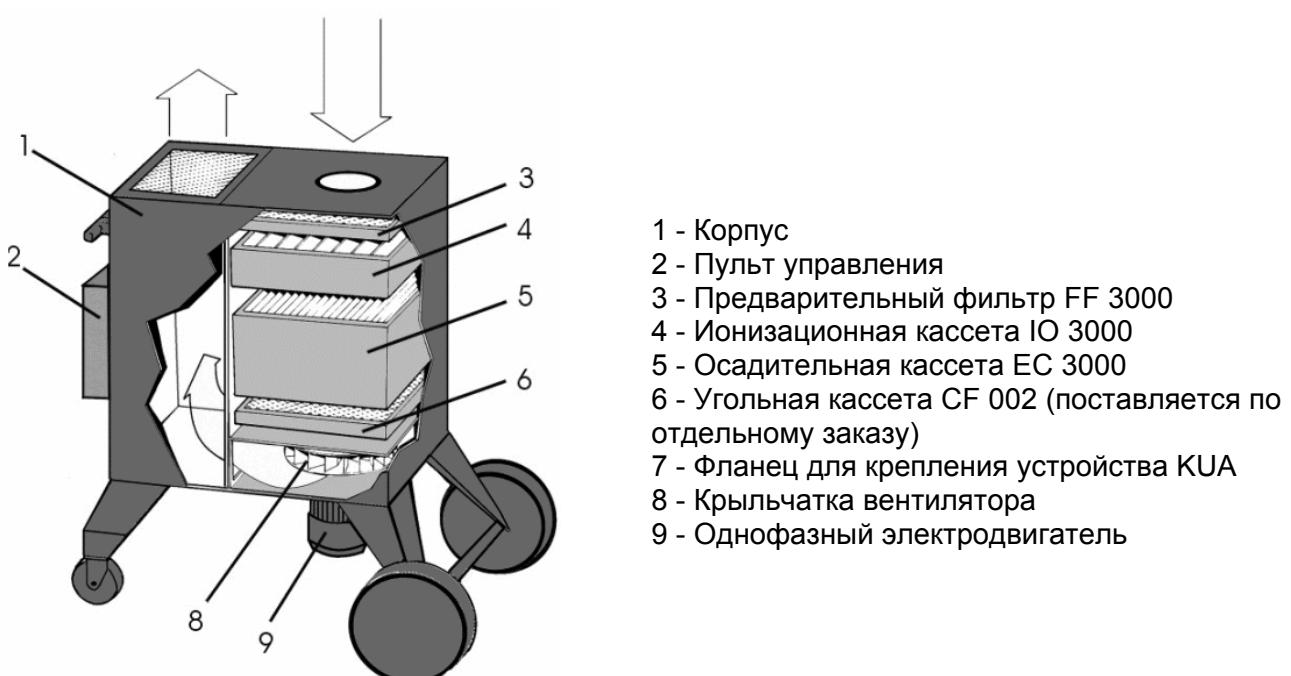

Рис. 2.1
- 2.1. Выпускаемая модель электростатического фильтра ЕМК (см. рис. 2.1) предназначена для очистки воздуха от сварочного аэрозоля, а также от аэрозолей твердых сухих частиц различных видов загрязнений в системе рециркулярной вентиляции цехов предприятий различных отраслей промышленности.
- 2.2. Электростатический фильтр (рис. 2.1) состоит: